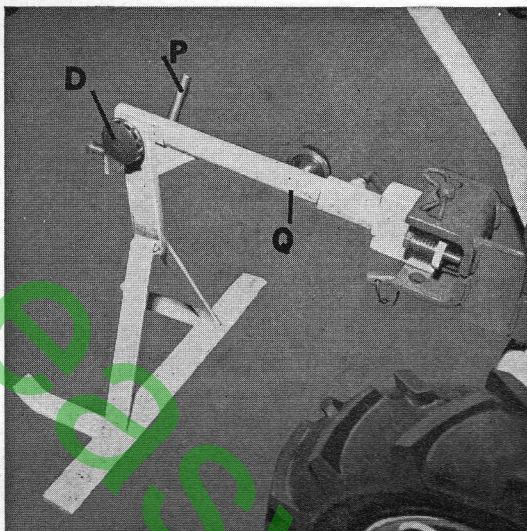

Fig. 19
- Montez la lame pareuse d'allées et la fixez à l'aide de la vis D et de la vis à poignée P (fig. 19).